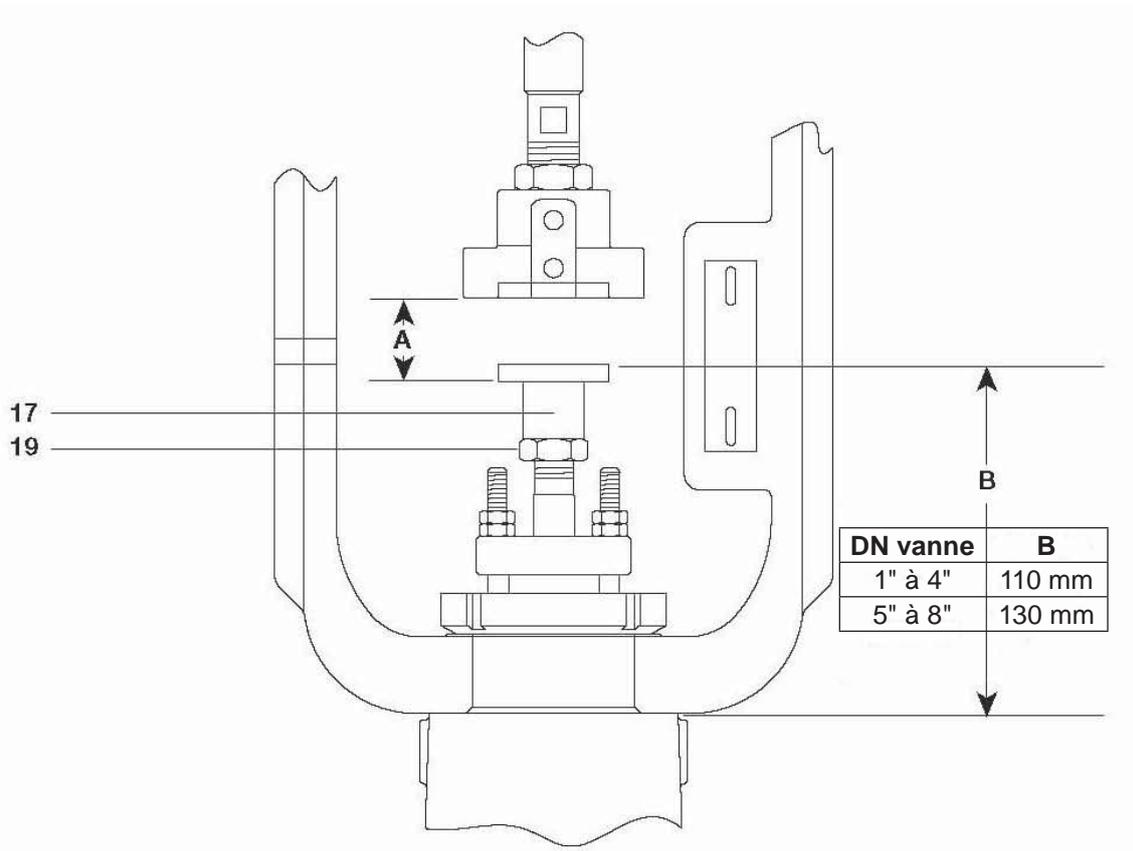

Fig. 3
3.2 Montage du servomoteur PN1000 à action inverse sur la vanne (voir Fig. 3 et 4)
- Dévisser et enlever les vis de blocage (12) du connecteur, puis ôter la plaque anti-rotation (11).
- Mettre l'adaptateur de tige de la vanne (17) sur cette dernière et pousser manuellement le clapet jusqu'à la position vanne fermée.
- Placer l'arcade de servomoteur au-dessus de la tige de clapet de la vanne et la positionner sur l'épaule du chapeau. Visser l'écrou de blocage (20) de la vanne et serrer avec le couple de serrage recommandé (Tableau 1, page 8).
- Ajuster la position de l'adaptateur de tige de la vanne (17) pour obtenir la distance 'A', comme indiqué sur la Fig. 3, qui est équivalent à la course désirée indiquée sur la plaque d'indicateur de course du servomoteur (18), puis serrer l'écrou de blocage (19) avec le couple de serrage recommandé (Tableau 1, page 8).
- Monter la plaque anti-rotation (11). Remettre les vis de blocage (12) du connecteur, et serrer avec le couple de serrage recommandé (Tableau 1, page 8).
3.3 Montage du servomoteur PN2000 à action directe sur la vanne (voir Fig. 3 et 4)
- Placer l'arcade de servomoteur au-dessus de la tige de clapet de la vanne et la positionner sur l'épaule du chapeau. Visser l'écrou de montage (20) de la vanne et serrer avec le couple de serrage recommandé (Tableau 1, page 8).
- Ajuster la position de l'adaptateur de tige de la vanne (17) pour obtenir la distance 'B', qui est équivalent à la valeur donnée sur la Fig. 3, puis serrer l'écrou de blocage (19) (voir Tableau 1, page 8).